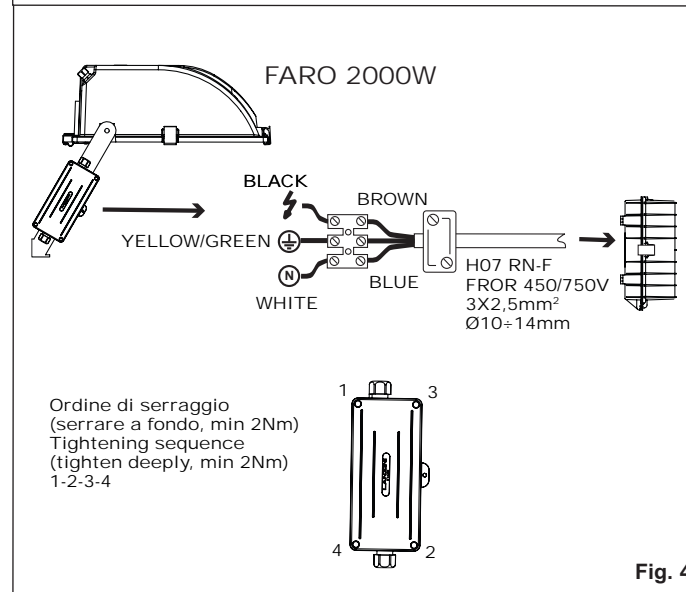

Fig. 4
- Faro 2000W et versions spéciales Faro 1000W avec block séparé (fig. 4): câbler le câble de connexion entre le block et l'appareil éclairant à la borne dans le coffret de raccordement. Câbler toujours, indifféremment de la typologie du block d'alimentation, le conducteur marron au pôle où se trouve le câble noir (ou marron) et le conducteur bleu au pôle où se trouve le câble blanc (ou bleu).
- Faro 2000W e versioni speciali Faro 1000W con Block separato (Fig. 4): cablare il cavo di connessione tra block ed apparecchio illuminante alla morsettiera nella scatola di cablaggio. Cablare sempre, indifferentemente dal tipo di block di alimentazione, il conduttore marrone al polo avente in uscita un cavo nero (o marrone) e il conduttore blu al polo avente in uscita un cavo bianco (o blu). Stringere a fondo il pressacavo CH27. Serrare a fondo le n°4 viti del coperchio scatola di cablaggio applicando un serraggio graduale ed incrociato.